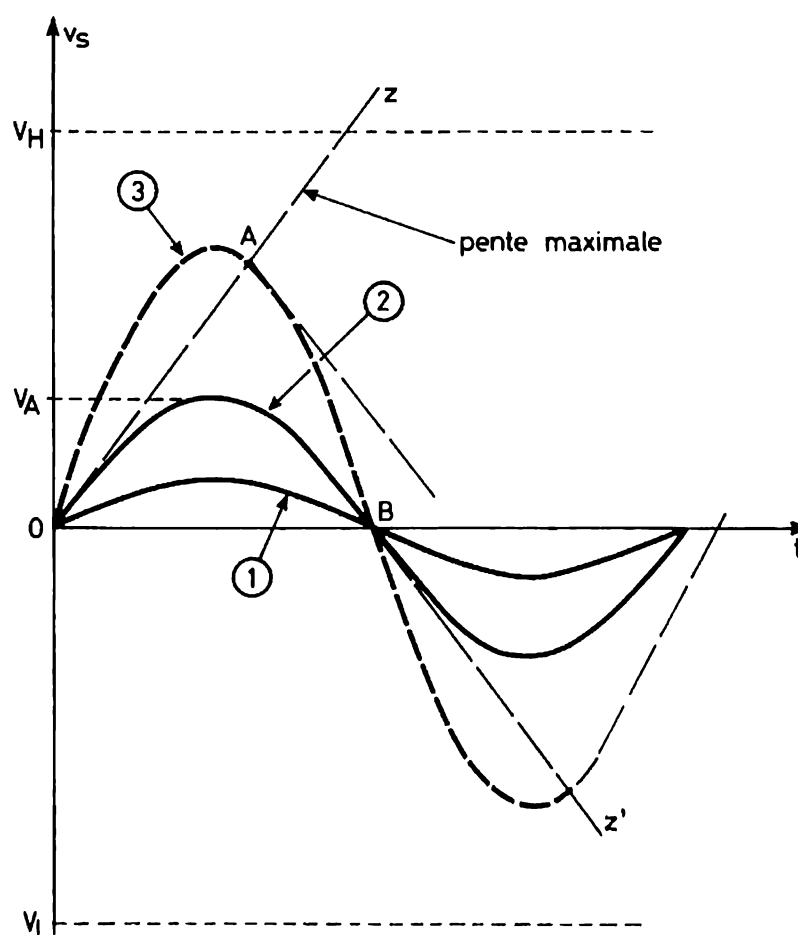

Fig. 21
vitesse de montée à la reproduction correcte de tensions d'entrée rectangulaires. Mais il importe aussi de tenir compte des distorsions introduites, par ce même slew-rate, dans le cas du régime sinusoïdal. Nous en explicitons les effets, par référence à la figure 21.
Aux très faibles amplitudes (courbe (1) de la figure 21), la pente de la sinusoïde n'atteint jamais la pente maximale autorisée par la vitesse de montée : dans ce cas, aucune déformation n'apparaît. Il en est ainsi jusqu'à une amplitude maximale, correspondant à la courbe (2) du même graphique, et pour laquelle la pente de la sinusoïde, à ses intersections avec l'axe des temps, devient égale à la vitesse de montée du circuit. Pour la fréquence considérée, V_A est donc l'amplitude maximale d'une sinusoïde délivrée sans distorsion.
Au-delà de cette limite (courbe (3) de la figure 21 par exemple), il devient clair que toute la partie OA de la sinusoïde (représentée en pointillés), est remplacée par le segment de droite OA ; il en va de même à la descente sur la première arche et ainsi de suite pour les arches suivantes. Le signal délivré se trouve donc entaché d'une distorsion d'autant plus grande que son amplitude est plus élevée. On remarquera que ce phénomène intervient bien avant la saturation, qui ne se produirait qu'aux niveaux V_H et V_L pour les crêtes supérieures et inférieures respectivement.